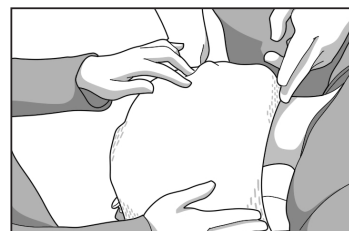

Рис. 4
7. Завершите формирование маски, аккуратно надавливая на маску пальцами по контуру головы пациента и в области спинки носа (рис. 4).